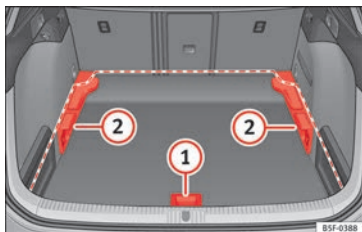
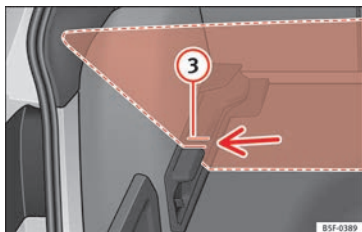

Fig. 136 Piso variável do porta-bagagens: posições.
Fig. 137 Piso variável do porta-bagagens: ranhuras inclinadas.
- Levante o piso pela peça » **Fig. 136 ①**, puxe-o para trás até que a parte dianteira do piso baixe totalmente os suportes **②**.
- Desloque o piso sobre estes para a frente até que chegue ao limite no encosto dos bancos traseiros e, de seguida, baixe o piso com a peça **①**.
- Faça coincidir essa parte dianteira com as ranhuras inferiores dos suportes, e deslize o piso para a frente até que atinja o limite no encosto dos bancos traseiros, baixando ao mesmo tempo o piso com a peça **①**.
- Levante o piso variável pela peça » **Fig. 136 ①**, puxe-o para trás até que a parte dianteira do piso baixe as ranhuras inclinadas » **Fig. 137 ③**.
- Faça passar o piso pelas ranhuras com a ajuda da peça **①** até que atinja o limite no encosto dos bancos traseiros e se apoie o piso nas ranhuras.